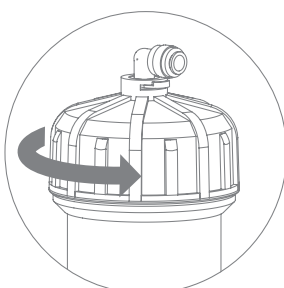

Рис. 16
4. Открутите крышку корпуса мембраны (рис. 16), используя ключ^[1] из комплекта поставки, извлеките отработанную мембрану (рис. 17).